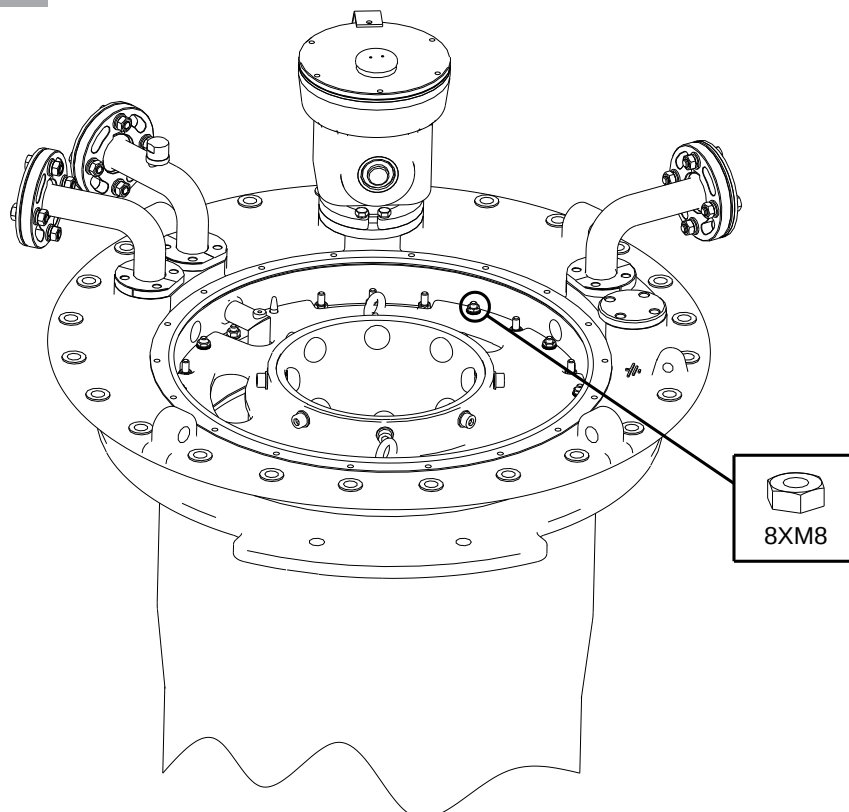

图 5-4
4. 拆下法兰圈上的非红色油漆区域的紧固螺母 (9 个 M8 螺母，13 号扳手，有弹簧垫圈) (见图 5-4)。